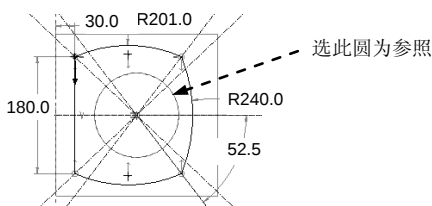

图 5.36.4 截面图形 1
(2) 创建切削特征。
① 选择下拉菜单 **插入(I)** → **混合(B)** → **切口(C)...** 命令。
② 定义混合类型和截面类型。在系统弹出的菜单中选择 **Parallel (平行)** → **Regular Sec (规则截面)** → **Sketch Sec (草绘截面)** 命令，然后选择 **Done (完成)** 命令。
③ 定义混合属性。选择 **ATTRIBUTES (属性)** 菜单中的 **Smooth (光滑)** → **Done (完成)** 命令。
④ 创建混合特征的第一个截面。定义混合截面的草绘平面及其垂直参考面。选择 **Plane (平面)** 命令，选择 DTM1 基准平面作为草绘面；选择 **Okay (确定)** → **Right (右)** 命令，选择 RIGHT 基准平面作为参考面。进入草绘环境后，选择下拉菜单 **草绘(S)** → **参照(R)...** 命令，选取圆为草绘参照，单击 **关闭(C)** 按钮；绘制并标注草绘截面，如图 5.36.4 所示（要注意创建必要的约束）。